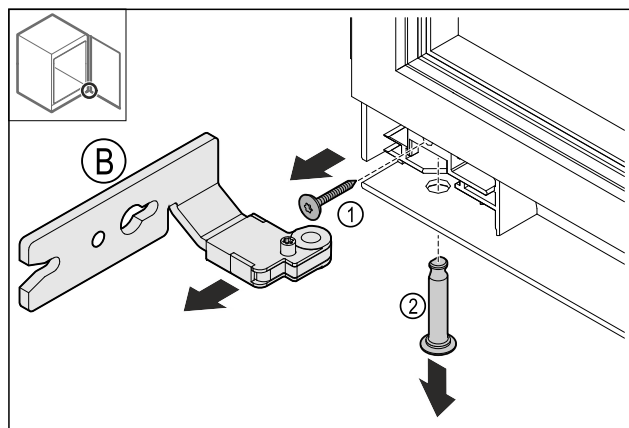

Fig. 16
- Izņemiet skrūvi Fig. 16 (1).
- Noņemiet tapu Fig. 16 (2).
- Noņemiet eņģi Fig. 16 (B).